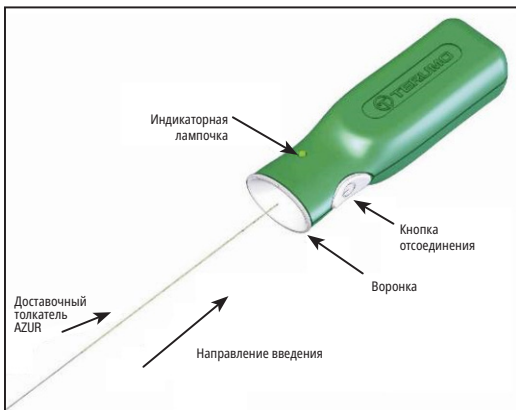

Рисунок 4. Тестирование контроллера отсоединения AZUR
- Вскройте пленку на упаковке сосудистой заглушки AZUR и извлеките подающую катушку. Перед использованием устройства извлеките расправку из подающей катушки. Удерживая имплантат — сосудистую заглушку AZUR — и интродьюсер на месте, вытащите толкатель из подающей катушки так, чтобы обнажился проксимальный конец доставочного толкателя. Следите за тем, чтобы не загрязнить этот конец доставочного толкателя посторонними веществами, такими как кровь или контрастный раствор. Плотно вставьте проксимальный конец доставочного толкателя в воронкообразную часть контроллера отсоединения AZUR. См. рисунок 4. **Пока что не нажимайте кнопку отсоединения.**
31. Подсоедините проксимальный конец доставочного толкателя к контроллеру отсоединения AZUR, плотно вставив проксимальный конец доставочного толкателя в воронкообразную часть контроллера отсоединения AZUR. См. рисунок 4.